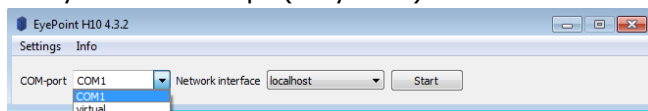

Рисунок 3. Выбор порта EyePoint H10.
2. В появившемся окне из выпадающего списка «COM-port» выберите нужный COM-порт (Рисунок 3).